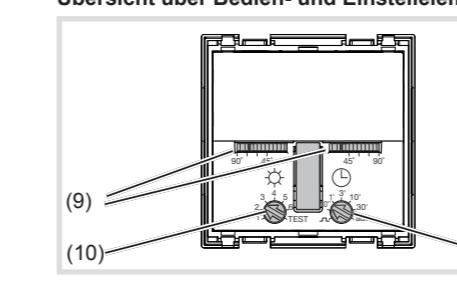

Bild 9
- Potentiometer Nachlaufzeit (Bild 9, 11) in die gewünschte Position drehen.